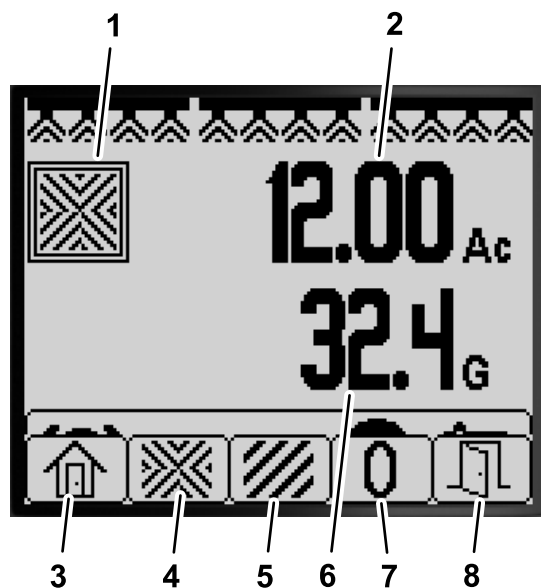

Figura 76
1. A partir do Ecrã inicial, prima e mantenha premido momentaneamente qualquer botão para abrir a barra do menu (Figura 75 e Figura 76).
- Prima o botão 2 para o ecrã Área total (Figura 76).
- Utilize os botões do InfoCenter (Figura 76) para executar as seguintes ações: